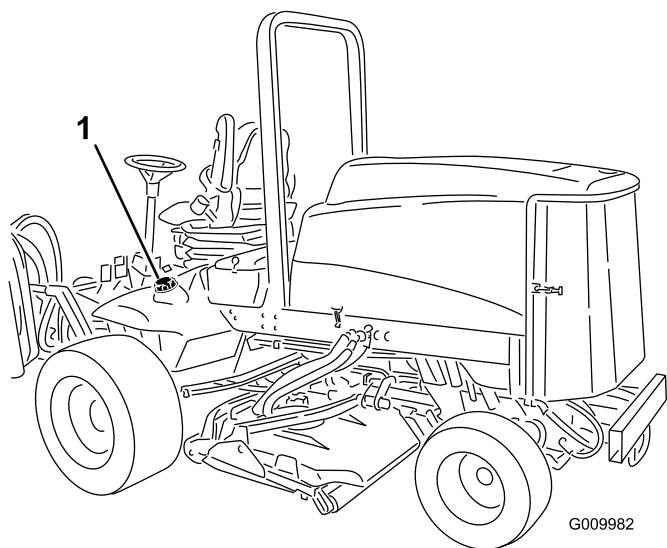

Figura 15
1. Retire a tampa do depósito de combustível (Figura 15).